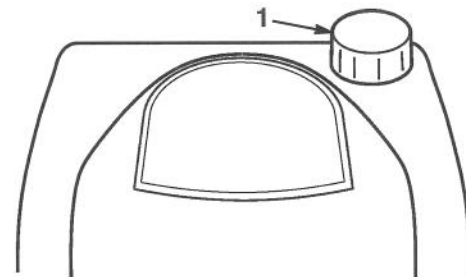

Figure 54
6. Remplir le réservoir de carburant (Fig. 54) avec un mélange deux temps propre et frais.